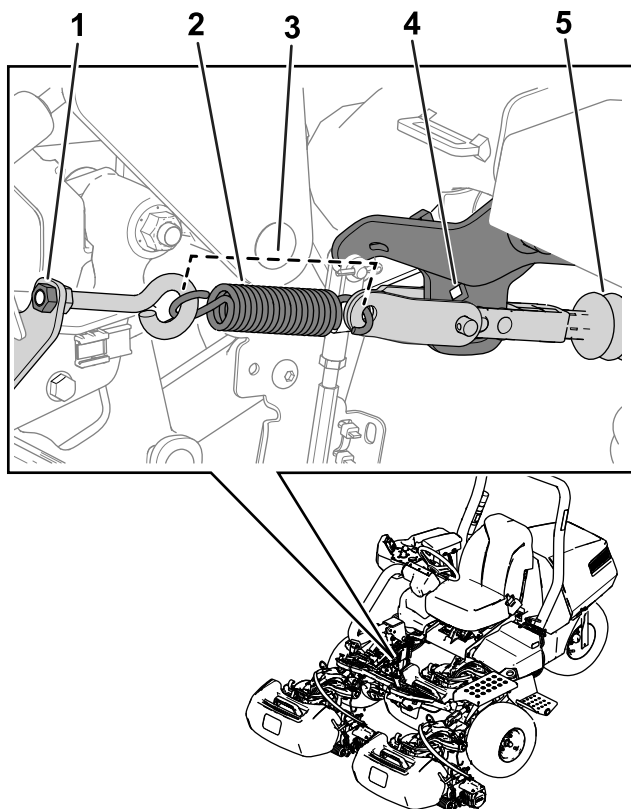

図 33
注 手順については図 33を参照。
5. アイボルトをスプリングブラケットに固定しているナットをゆるめてスプリングのテンションを解除する図 33。
3. スプリングを図 33 のように取り付ける。
4. アイボルトのナットを締め付けてスプリングの長さ取り付けた状態を 11.4 cm にする図 33。